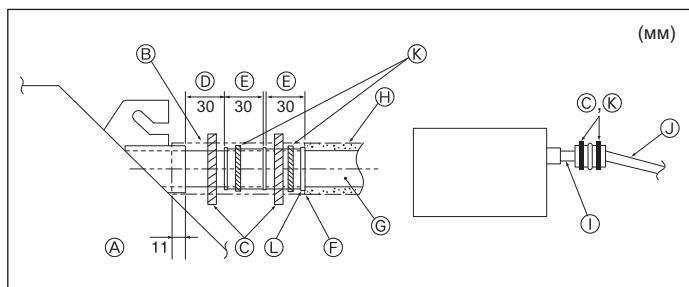

Fig. 3-5
- ⑨ O. D. ø32 PVC TUBE
- ⑩ Сделайте ее как можно большей
- ⑪ Внутренний прибор
- ⑫ Установливайте трубы большого размера для сгруппированных труб
- ⑬ Наклон вниз (1/100 или больше)
- ⑭ O. D. ø38 PVC TUBE для сгруппированных труб. (9 мм изоляция или больше)
- ⑮ До 500 mm
1. Подсоедините соединительную муфту для дренажа (входит в комплект поставки прибора) к дренажному порту. (Fig. 3-5)